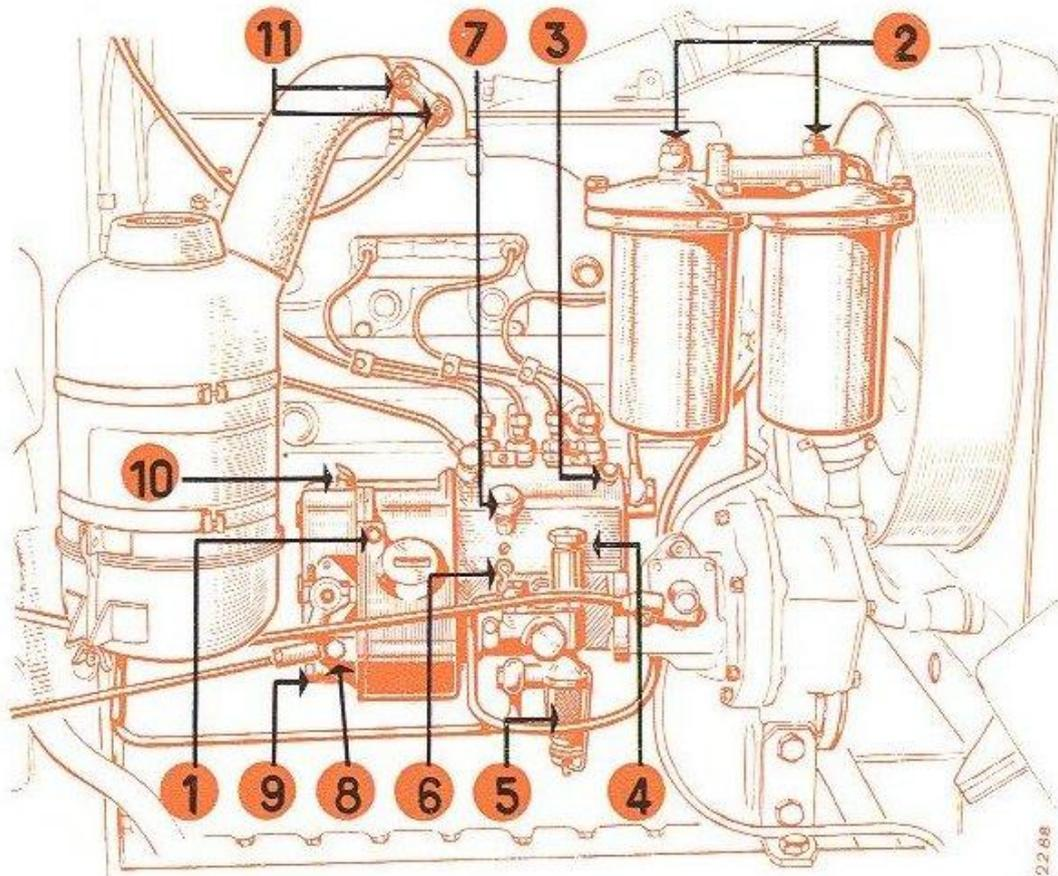

FIG. 8.
- dévisser d'un tour les deux vis de purge (**rep. 2, fig. 8**) disposées à la partie supérieure des filtres ;
- dévisser à la main le chapeau de la pompe d'amorçage (**rep. 4, fig. 8**) ;
- dévisser d'un tour la vis de purge (**rep. 3, fig. 8**) située à la partie supérieure de la pompe à injection, et actionner à nouveau le piston de la pompe à main. Dès que le combustible sort sans bulle d'air, rebloquer la vis. Après quelques coups de pompe supplémentaires, revisser à fond le chapeau de cette dernière sur son cylindre, afin d'éviter des entrées d'air sur la périphérie du piston qui n'offre qu'une sécurité relative au point de vue étanchéité.
- 4° Pousser le bouton de surcharge (**rep. 1, fig. 8**) qui a pour rôle, en libérant la crémaillère, d'augmenter le débit de la pompe d'injection.
Pour mettre le moteur en marche lorsqu'il est encore chaud, il n'est pas nécessaire de pousser le bouton de surcharge (**rep. 1, fig. 8**).